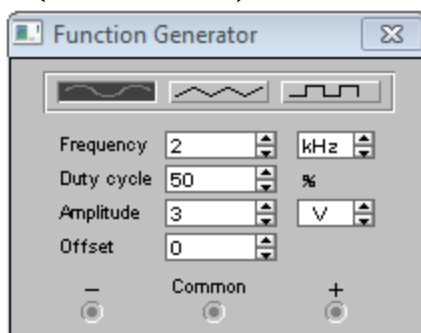

Рисунок 4.4
9.3.2. Двойным нажатием левой кнопки мыши на генератор открывается окно «Function Generator» (См. Рис. 4.4):